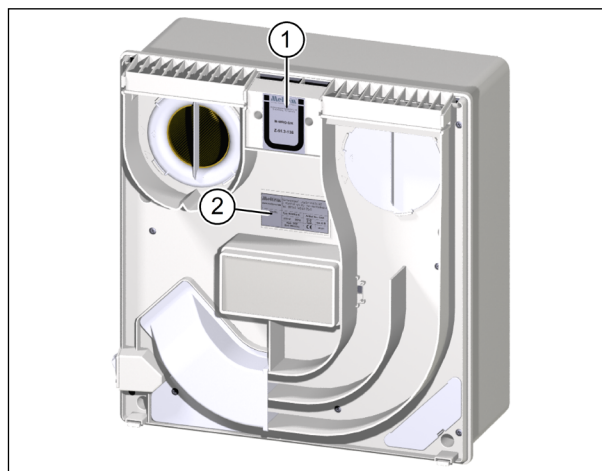

Fig. 2: Numéro d'agrément et plaque signalétique
Le numéro d'agrément est Z-51.3-138 (voir pos. 1 dans Fig. 2).
La plaque signalétique se trouve sur la plaque intermédiaire, à l'intérieur du boîtier (voir pos. 2 dans Fig. 2 à la page 6).